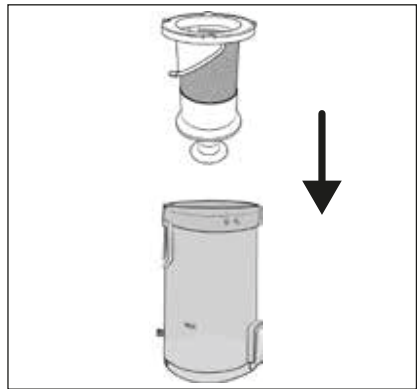

Fig. 21
- 6) Inserte el filtro de acero inoxidable **6** en el depósito de polvo **7** y presiónelo hasta el fondo (consulte la fig. 21). Para ello, observe los encastres de diferente tamaño del filtro de acero inoxidable **6**. El filtro de acero inoxidable **6** solo puede insertarse en una posición en el depósito de polvo **7** según estos encastres.